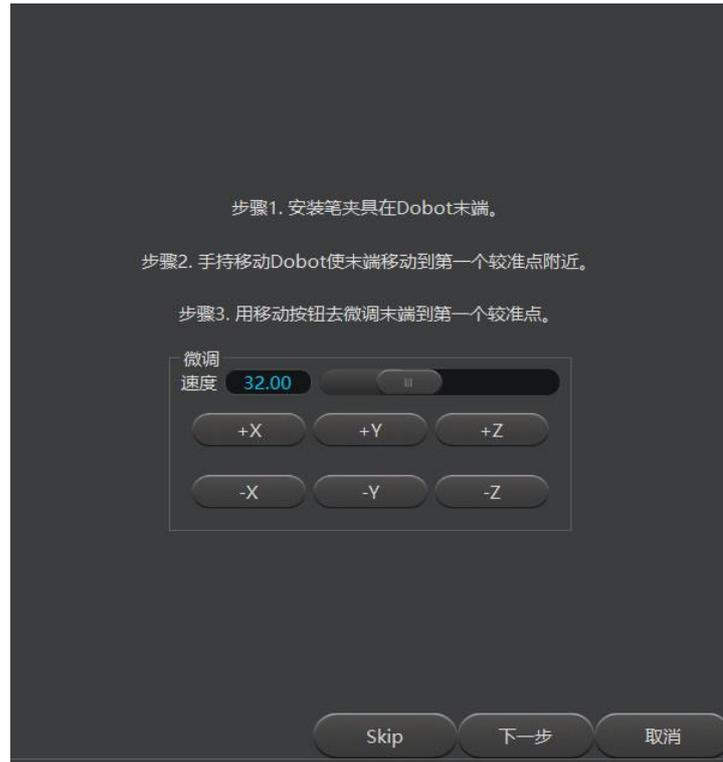
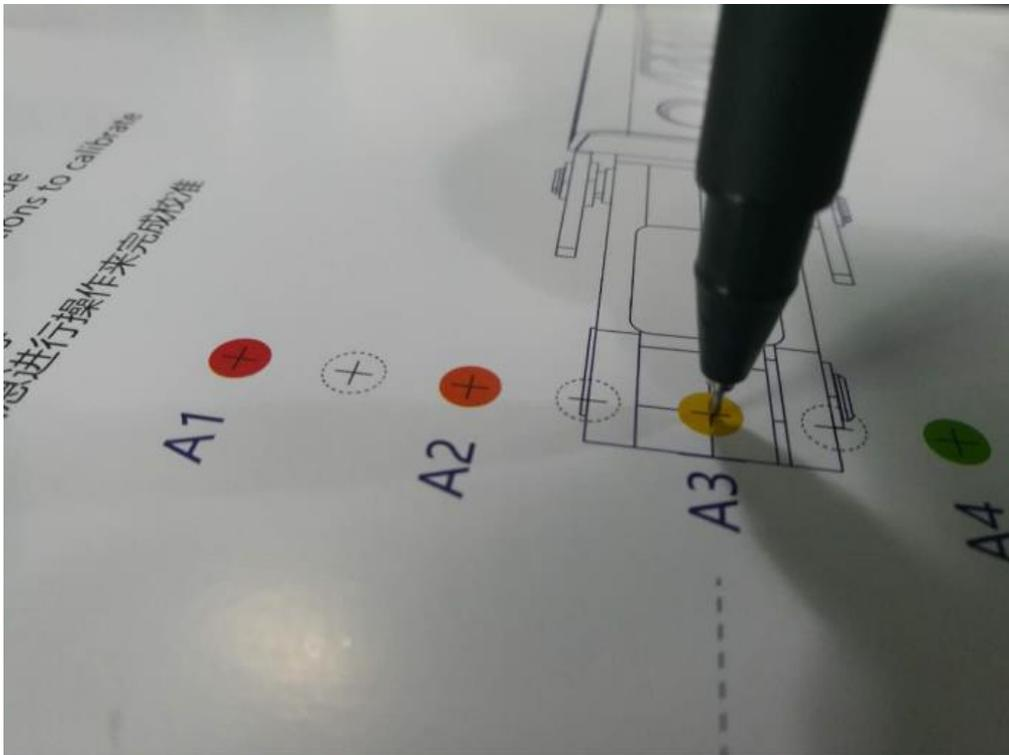

图 5.143 微调界面
图 5.144 笔尖位置
**步骤 5** 待回零完成后单击“+J1”或“-J1”，如图 5.137所示，将笔尖位置对准在传感器校准卡上“B3”和“A3”的连接线上某点，如图 5.144所示。
3. 在如图 5.143所示的界面单击坐标按钮进行微调，使笔尖对准传感器校准卡上“A3”圆心位置，如图 5.144所示。